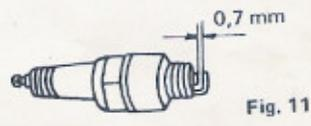

Fig. 11
##### (1) Nettoyage de la bougie (fig. 11)